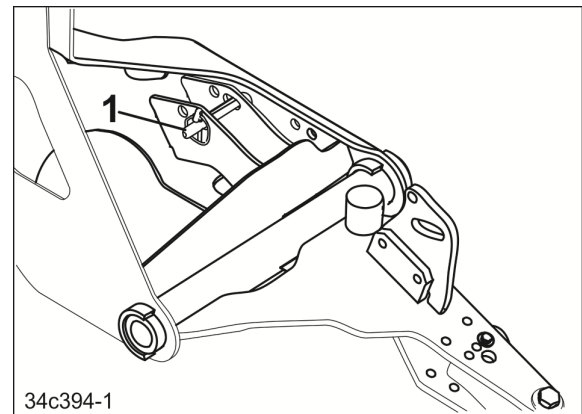

Fig. 194
- 2.3 Retirer le boulon bloqué par une goupille d'arrêt (Fig. 194/1).